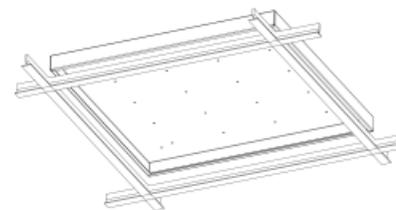

Рис.1
- Произвести монтаж светильника как показано на рис. 1;
- Коричневая/белая жила/Промаркированный провод 1 – Фаза (L);
- Синяя жила/Промаркированный провод 2 – Ноль (N);